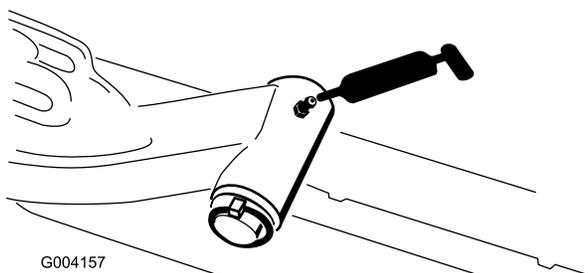

Figure 41
- Axe de pivot des bras de relevage (1 chacun) (Figure 41)